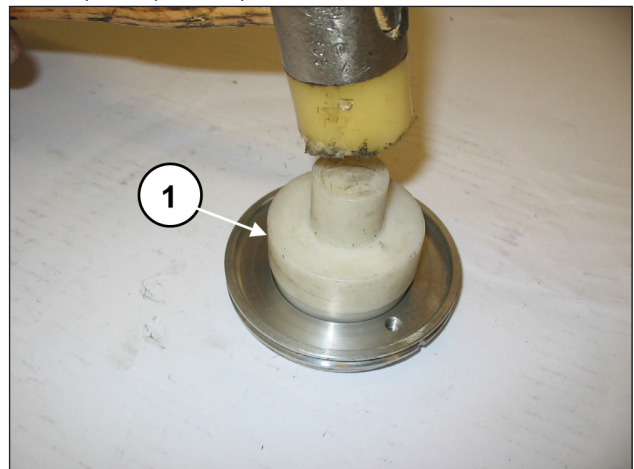

Abb. 94
Montieren Sie den radialen Dichtring in den Ölabbstreifungs-Deckel (Pos. ①, Abb. 94) mithilfe eines Dorns Art. 27910900.